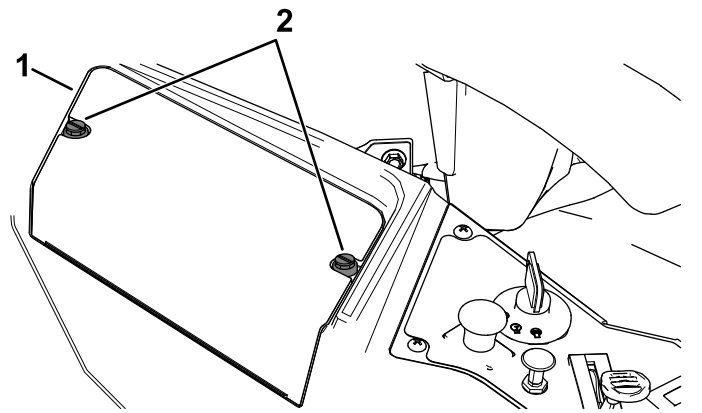

Bild 55
3. Drehen Sie die zwei Befestigungen an der Batterieabdeckung um eine Vierteldrehung nach links, um sie zu lösen, und nehmen Sie dann die Batterieabdeckung ab (Bild 55).
6. Drücken Sie die Batterieabdeckung nach unten, um sie anzubringen, und ziehen Sie die zwei Befestigungen durch Drehen nach rechts an (Bild 55).